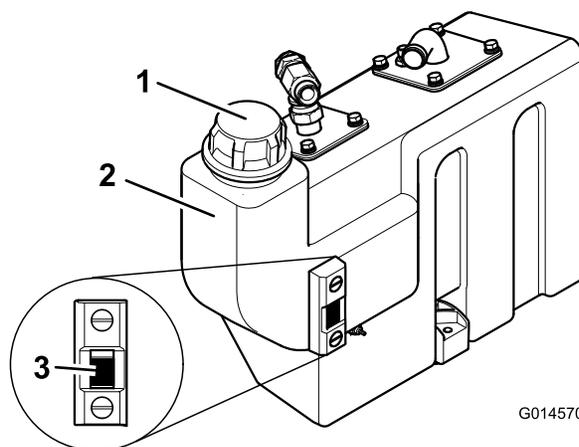

Figure 66
3. Si devez ajouter de l'huile hydraulique, nettoyez la surface autour du goulot de remplissage et du bouchon du réservoir hydraulique (Figure 66) puis retirez le bouchon.